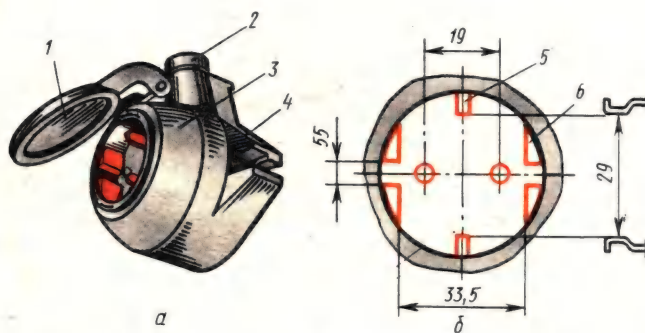

Рис. 58. Розеточная часть двухполюсного электрического соединителя 250 В, 16 А исполнения IP44 для приборов класса защиты I:
**Защита от прикосновения к токоведущим частям.** Чтобы предотвратить случаи поражения детей электрическим током, в жилых зданиях необходимо использовать розетки с устройством, закрывающим доступ к токоведущим частям при вынутой вилке. Таким устройством служит откидная (см. рис. 58, а) или поворотная крышка, которую применяют только в розетках без заземляющего контакта. Вилочную часть соединителя вводят в отверстия поворотной крышки до упора, затем поворачивают вилку вместе с крышкой и только тогда получают доступ к контактным гнездам. При вынимании вилки крышка розетки под действием пружины вернется в исходное положение. Если розеточные части электрических соединителей не оборудованы защитой, применяют заглушки, специально предназначенные для защиты детей от прикосновения к токоведущим частям розеток.